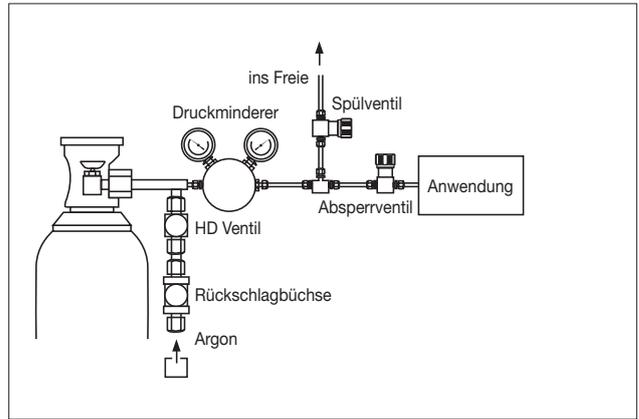

Bild 2
- Vorgängige Spülungen mit Argon (Bild 2)